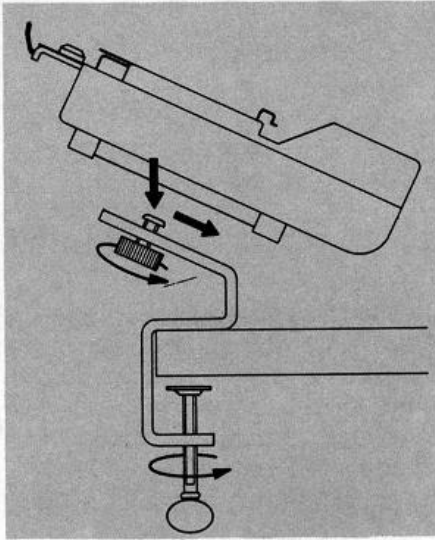

Fig. 1
- Fixer la machine sur la table avec les pinces fournies dans la T.5 (fig. 1) ou sur le meuble avec les pinces déjà prémontées sur le meuble.